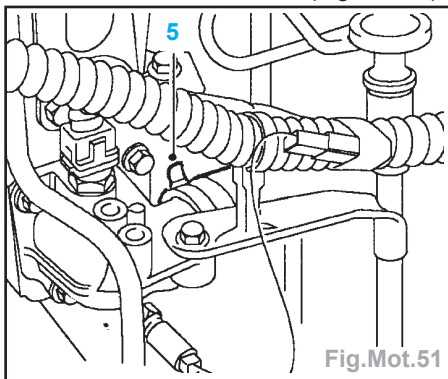

Fig.Mot.51
- Desserrer le collier (5) et débrancher la durit supérieure du coude de liquide de refroidissement du moteur (Fig.Mot.51).